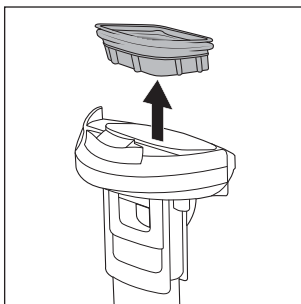

Abb. 24
- ◆ Entfernen Sie den Schmutzfilter **10** aus dem Schmutzwasserbehälter **2**, indem Sie mit den Fingern seitlich in die Öffnungen neben dem Schmutzfilter **10** fassen. Ziehen Sie dann den Schmutzfilter **10** nach oben aus dem Deckel des Schmutzwasserbehälters **9** (siehe Abb. 24).